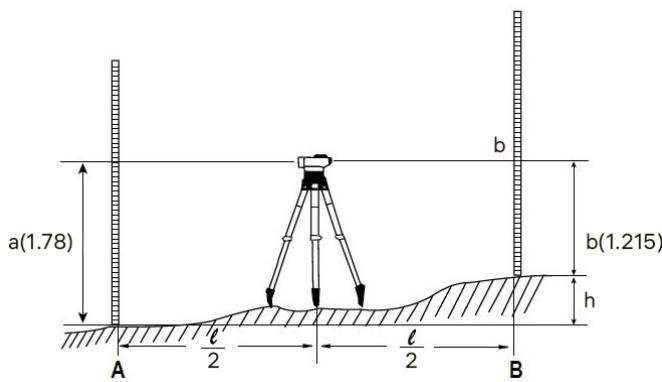

Rysunek 2
- Zdejmij osłonę okularu (12). Skieruj przyrząd na jasny obiekt lub przytrzymaj białą kartkę papieru przed soczewką obiektywową (7), następnie obracaj pokrętło regulacji ostrości okularu (13), aż czarny krzyż stanie się dobrze widoczny.
- Skieruj przyrząd na łatę niwelacyjną. W razie potrzeby użyj celownika przeziernikowego (6), aby ułatwić ustawienie przyrządu na celu.
- Obracaj pokrętło regulacji ostrości (5), aż podziały na łacie niwelacyjnej będą dobrze widoczne (Rys. 2).
- Ustaw krzyż dokładnie na środku łaty niwelacyjnej, obracając śrubę regulacji w płaszczyźnie poziomej (8).